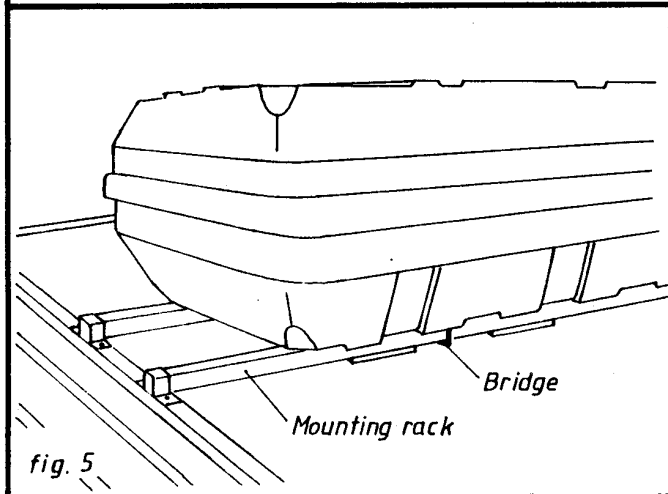

fig. 5
2. Montage mit Bügeln auf spezielle Träger (Fig. 5)
2. With U-bolts on special beams (fig. 5.)